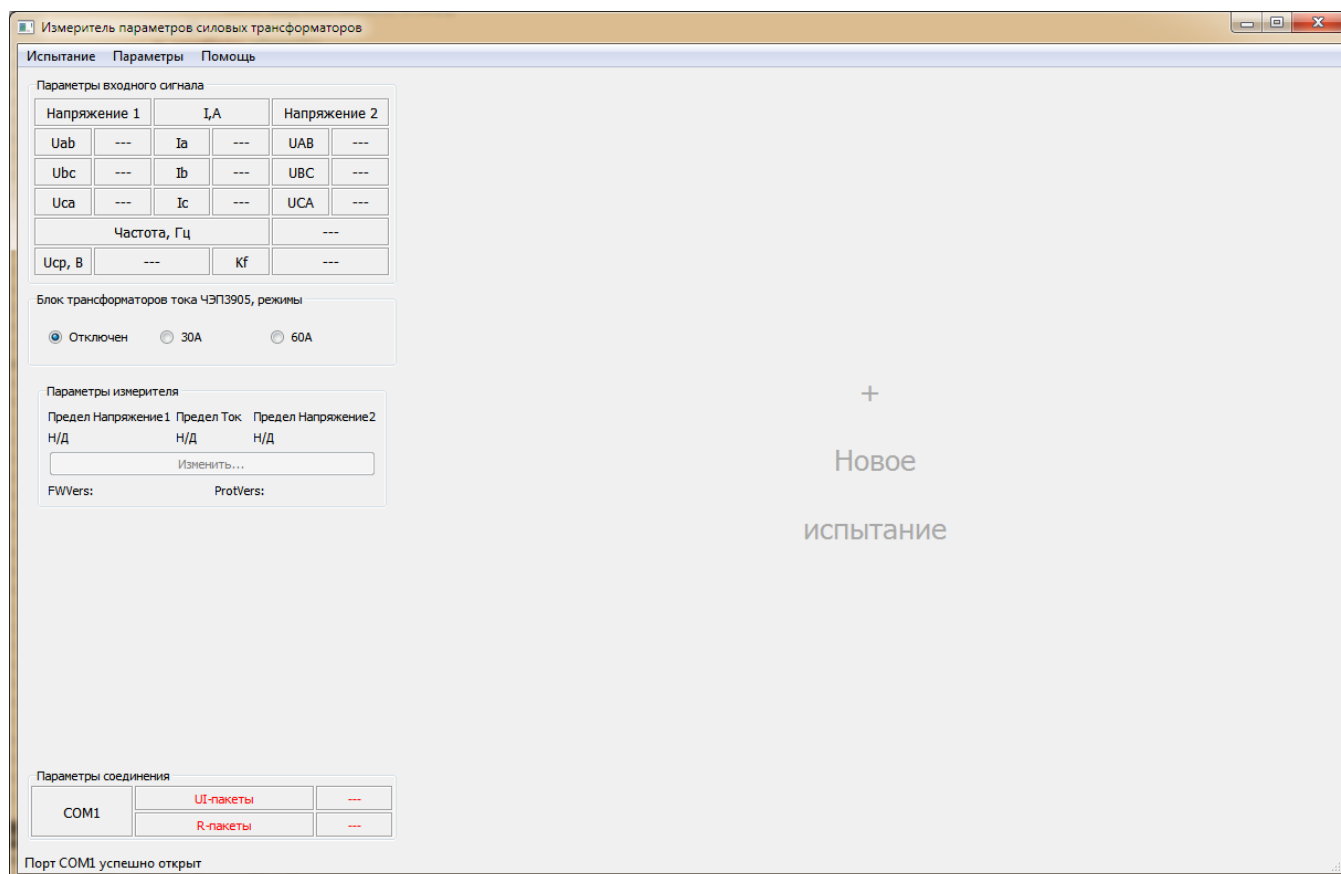

Рис. 4. Основное рабочее окно ПО «СЭИТ».
После запуска программы на экране появляется основное рабочее окно. Его вид представлен на рис. 4.
1) Запускаем ПО, ждем загрузки и появления основного рабочего окна (рис. 4).